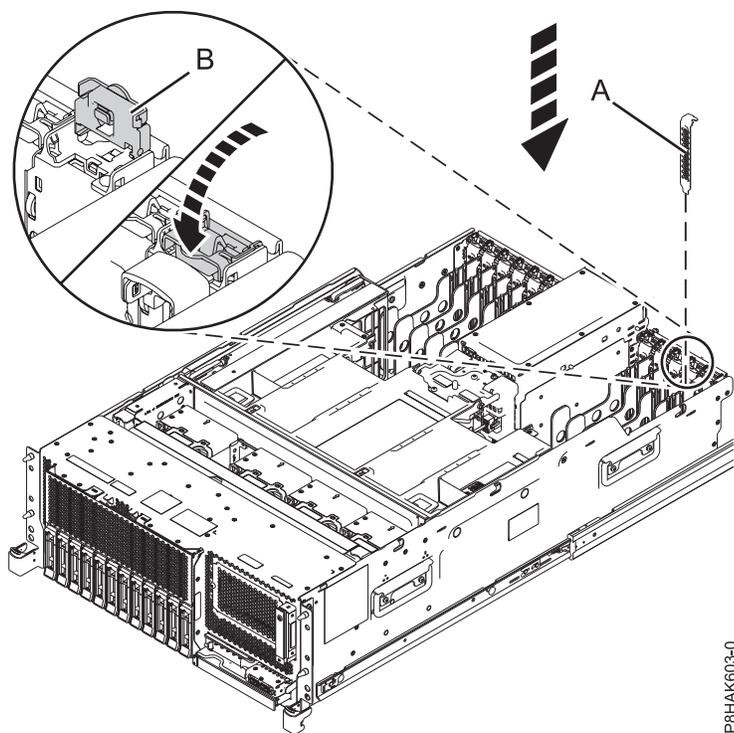
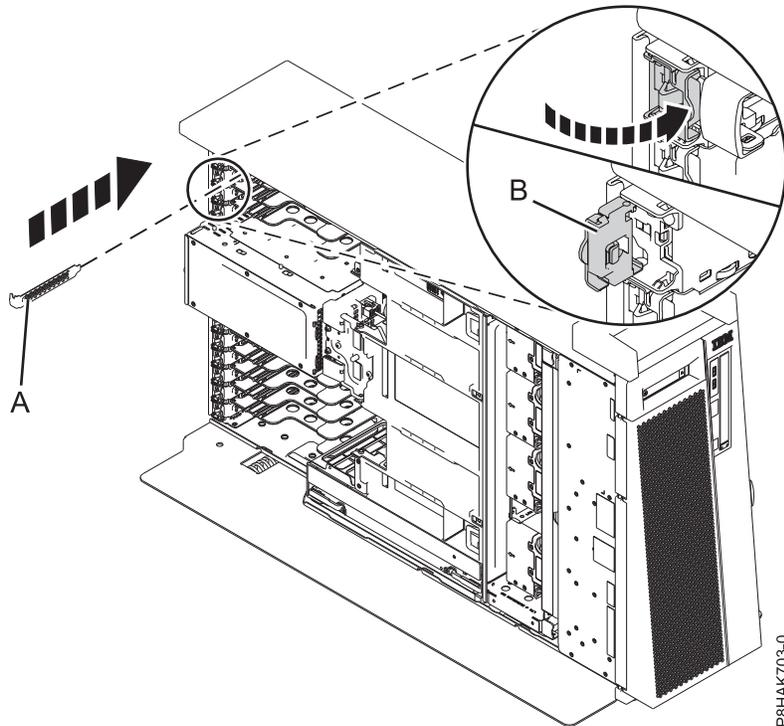

Figura 72. Instalación de un relleno en una ranura de adaptador PCIe en un sistema montado en bastidor
Figura 73. Instalación de un relleno en una ranura adaptador PCIe en un sistema 8286-41A autónomo
- a. Sujete con cuidado el relleno de contrapunta y alinéelo con la ranura y con el conector de la placa del sistema, como se muestra en la Figura 72 y la Figura 73 en la página 83.